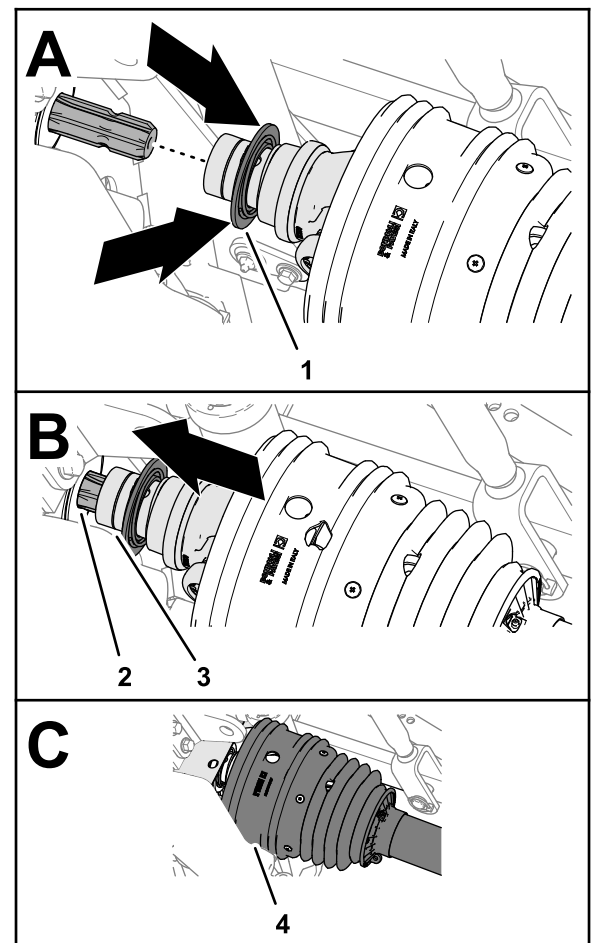

Figura 27
3. Puxe para trás o aro de bloqueio da culatra do veio de transmissão (Figura 27).
deslize a tomada da culatra sobre as ranhuras do veio de saída da PTO (Figura 27).
6. Certifique-se de que o resguardo está posicionado sobre a culatra do veio de transmissão (Figura 27).